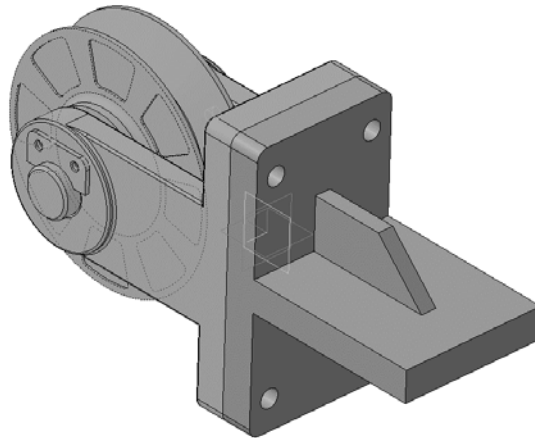

Рис. 58. Результат построения ребра жесткости
3.3.10 Нажмите кнопку **Создать объект**  (рис. 58).